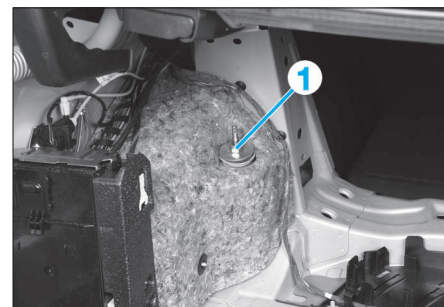

FIG. 20
- les fixations supérieures d'amortisseur (1) (Fig.20).